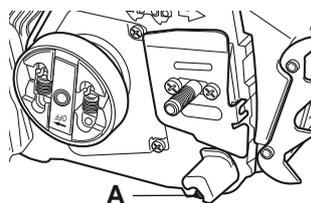

Fig. 50
- > Dévissez la vis (Fig. 50, A) et enlevez-la en même temps que l'attrape-chaîne [12].